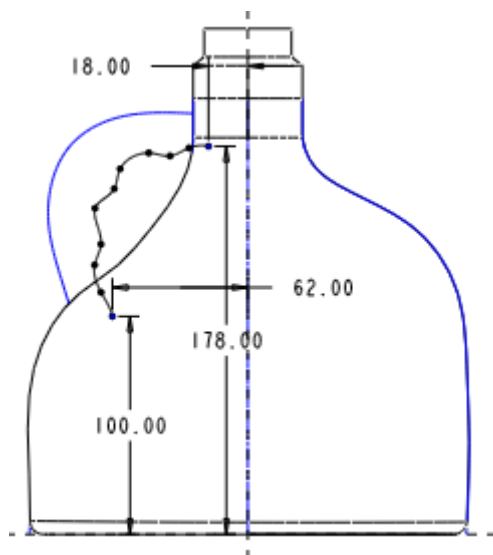

图 45-19
- (3) 单击 ，完成基准曲线的建立。
- (4) 单击基准工具栏中的 ，打开【草绘的基准曲线】对话框。
- (5) 选择 RIGHT 基准平面为草绘平面，绘制如图 45-19 所示的样条线。